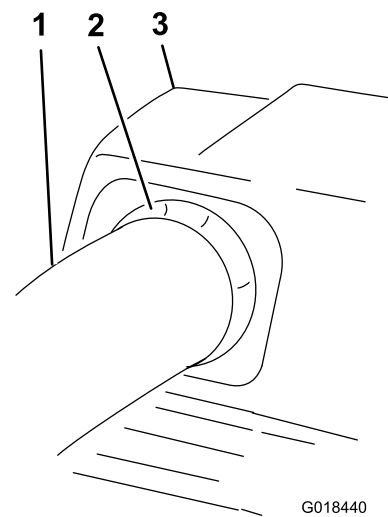

Figura 30
10. Estraiete leggermente il tubo superiore, in modo che la guarnizione si estenda verso l'esterno e sopra il tubo inferiore (Figura 30).
19. Estraete leggermente il tubo superiore, in modo che la guarnizione si estenda verso l'esterno e sopra il gruppo soffiatore (Figura 30).